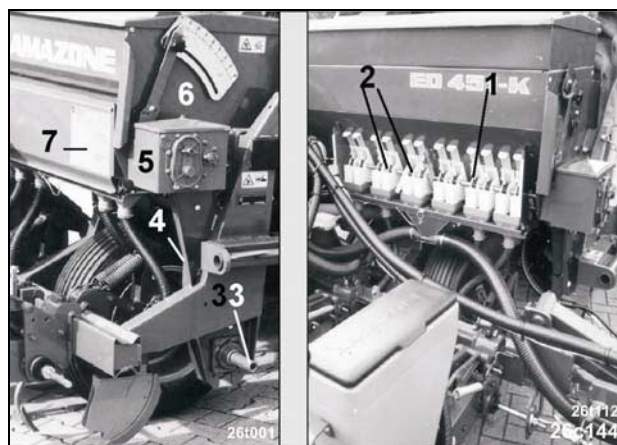

Fig. 146
- De doseerrollen (Fig. 146/2) op de doseeras Fig. 146/1) worden aangedreven door de as (Fig. 146/3) van de loopwielen over een kettingoverbrenging (Fig. 146/4) naar de instelbare aandrijfkast (Fig. 146/5) voor de regeling van de hoeveelheid kunstmest.